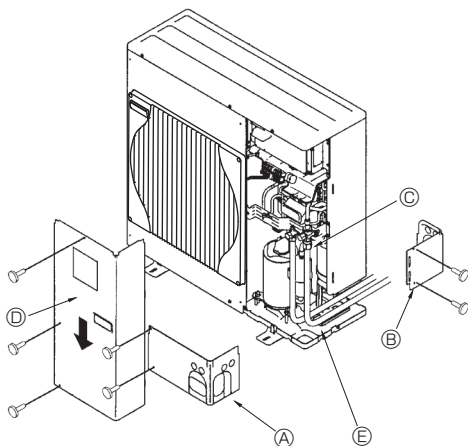

Fig. 4-3
4.3. Σωληνώσεις ψυκτικού υγρού (Fig. 4-3)